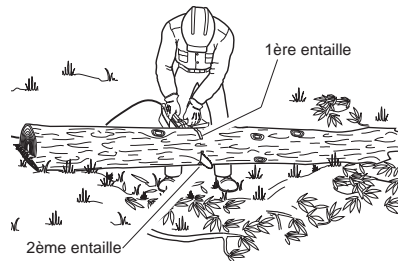

Figure 18 - Tronçonnage d'une bille soutenue aux deux extrémités
1. Faire la première entaille à partir du dessus de la bille (voir la Figure 18). Scier sur le tiers du diamètre de la bille. Cette entaille permet d'éviter la production d'éclats de bois.